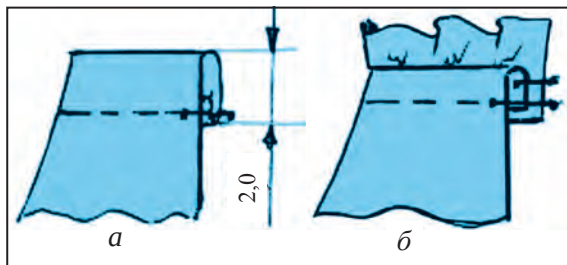

Рис. 46. Обработка грудной части фартука.
2. В промежутке 0,1 см от стёганных швов на машинке прострачивается строчный ряд и стёганные нити снимаются, швы обрабатываются влажно-тёплым способом (рис. 46, а).
4. Если деталь-украшение будет состоять из складки, то одна его сторона отделяется намёточной стёжкой (рис. 46, а).
5. На второй стороне детали украшения в 4 мм величины строчки проводится машинный шов (рис. 46, а) и эта деталь-украшение натягивается до подравнивания с длиной грудно-передней верхней части фартука, и собирается складка (рис. 46, б).